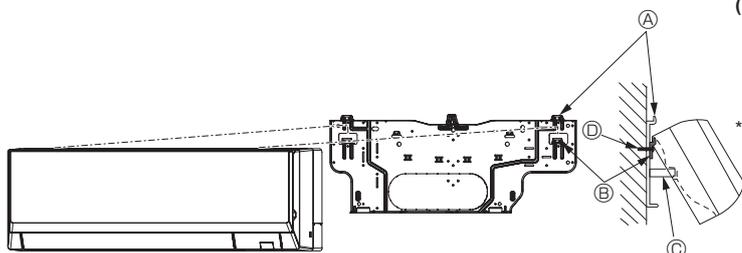

Fig. 3-12
- Quando não for possível levantar e pendurar a unidade interior com o gancho normal (a dimensão que corresponde a Ⓨ na secção 2.1. (o espaço livre entre o tecto e a unidade) é igual ou inferior a 75 mm), pendure a unidade no gancho inferior para a tubagem esquerda. (Fig. 3-12)
(Fig. 3-12)